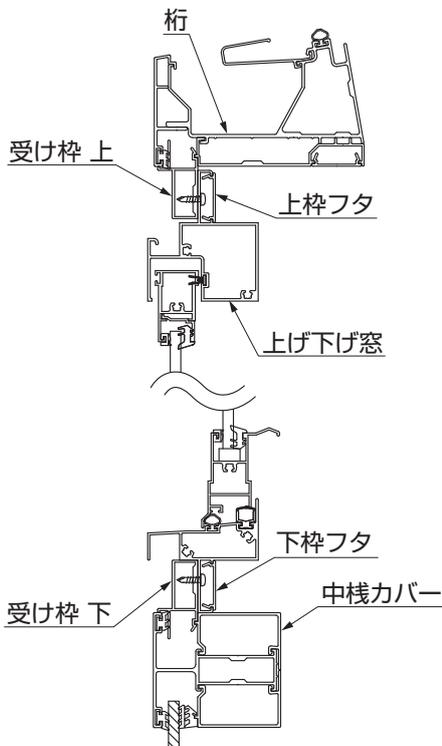
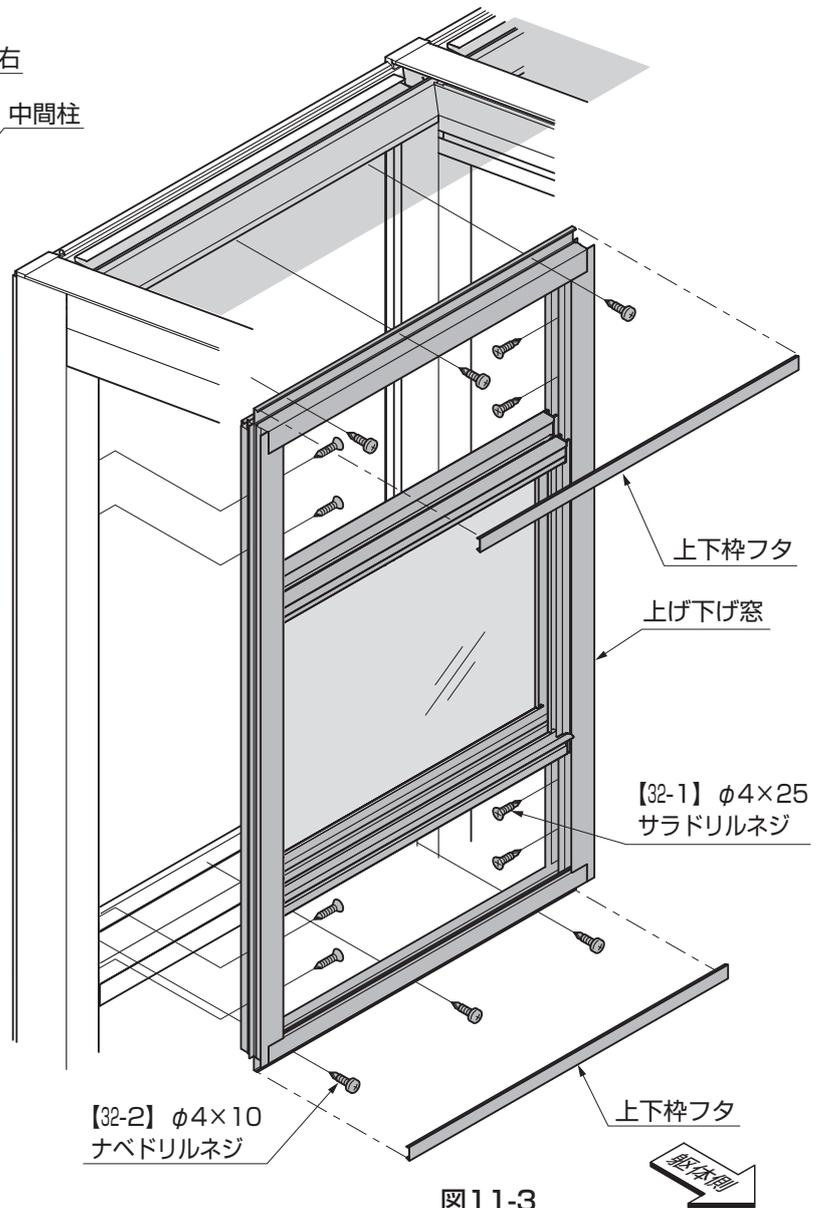

図11-2 縦断面
図11-3
- ② 上げ下げ窓を受け枠 左右に、【32-1】で取付けてください。(図11-2、図11-3 参照)
- ③ 上げ下げ窓を受け枠 上下に、【32-2】で取付けてください。(図11-2、図11-3 参照)
- ④ 上下枠フタを上げ下げ窓に、はめ込んでください。(図11-2、図11-3 参照)